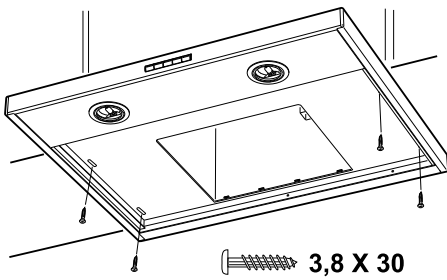

Fig. 9
- Under skåp skruvas kåpan fast med 4 st skruvar, 3,8 x 30, se Fig. 9.